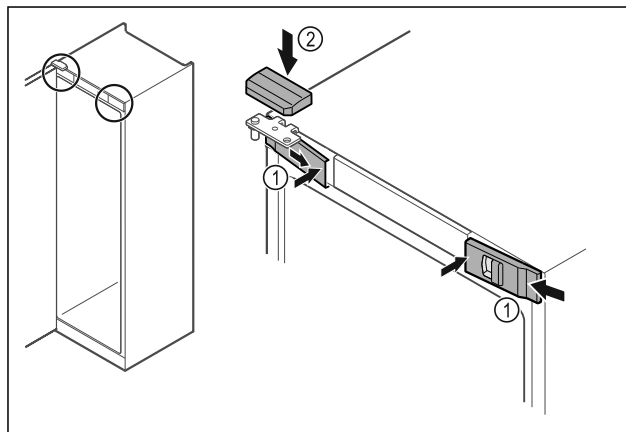

Fig. 33
- ▶ Зацепите скобу и защелкните передние крышки Fig. 33 (1) с внутренней стороны.
- ▶ Защелкните верхнюю крышку Fig. 33 (2) сверху.